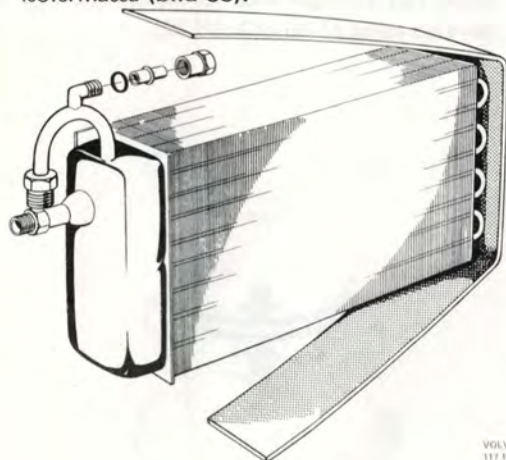

Bild 63
6. Montera packningen på den nya förångaren samt isolera yttre gaveln och anslutningsrören med isolermassa (bild 63).